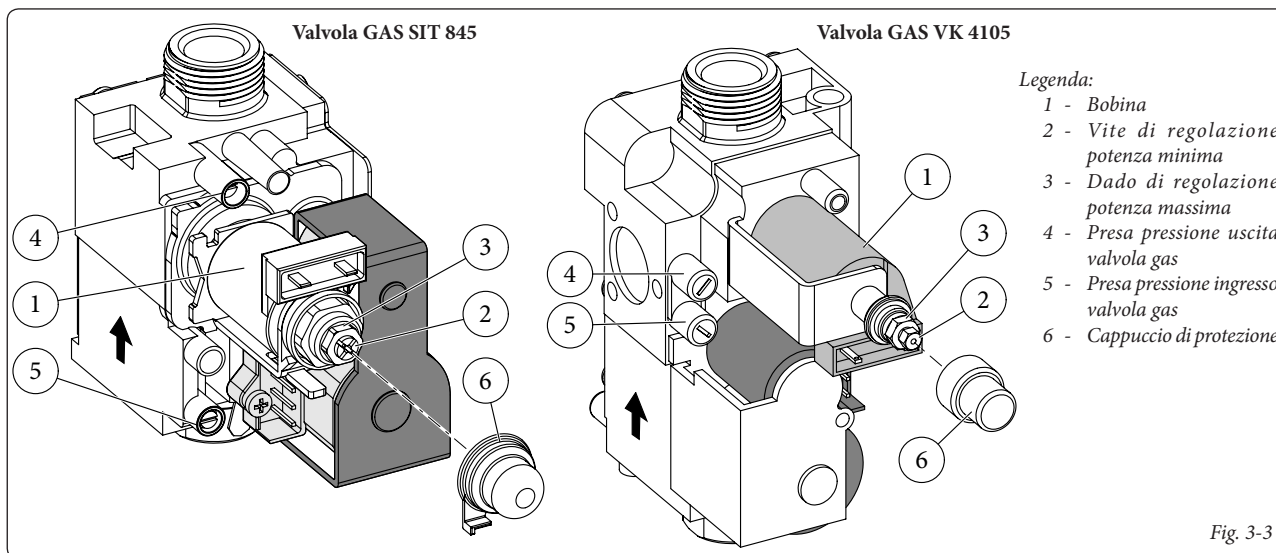

Fig. 3-3
N.B.: tutte le operazioni relative alle regolazioni delle caldaie devono essere effettuate da una impresa abilitata (ad esempio il Servizio Assistenza Tecnica Immergas). La taratura del bruciatore deve essere effettuata con un manometro differenziale ad "U" o digitale, collegato alla presa di pressione posta sopra la camera stagna (part. 9 Fig. 1-33) e alla presa pressione di uscita valvola gas (part. 4 Fig. 3-3), attenendosi al valore di pressione riportato nella tabella (Parag. 3.17) per il tipo di gas per il quale la caldaia è predisposta.
- Regolare sul dado in ottone (3 Fig. 3-3) la potenza nominale della caldaia, attenendosi ai valori di pressione massima riportati nelle tabelle (Parag. 3.17) a seconda del tipo di gas.
- Regolazione della potenza termica minima di caldaia in fase sanitario (Fig. 3-3).